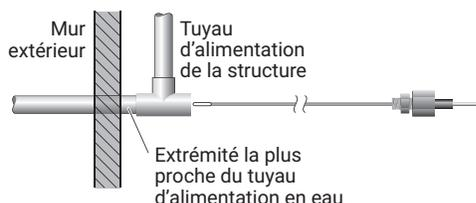

Figure 6
- Fixez le raccord en T à l'extrémité la plus proche du tuyau d'alimentation en eau, conformément aux codes locaux. Assurez-vous que le raccord en T est installé de façon à ce que le câble puisse passer directement à travers le raccord en T et dans le tuyau sans qu'il soit nécessaire de le plier (voir la figure 6).
- Fixez le tuyau d'alimentation de la structure à l'ouverture du raccord en T, comme illustré à la figure 6, conformément aux codes locaux et en utilisant le matériel approprié. Si le câble doit être installé comme illustré à la figure 8 et qu'un robinet d'arrêt est prévu sur cette section du tuyau, la longueur totale du tuyau non chauffé (tuyau plus robinet non câblé) ne doit pas dépasser 6 po (150 mm).